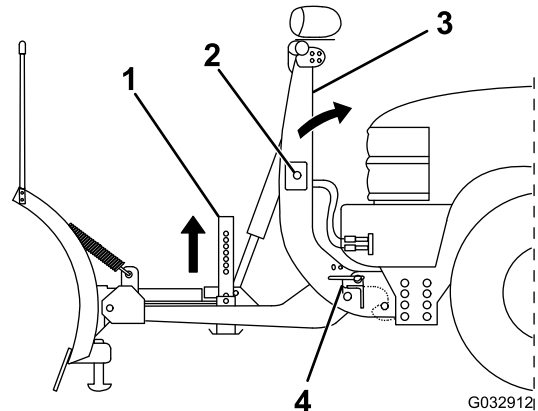

Bild 35
5. Drücken Sie den SmartHitch2-Schalter an der Seite der Kupplungssäule nach oben und heben Sie die Säule an, bis die Federstifte der Kupplung einrasten (Bild 35).
7. Ziehen Sie den Federstift des Ständers nach außen und heben den Ständer an; lassen Sie den Federstift dann los, um den Ständer zu arretieren (Bild 35).